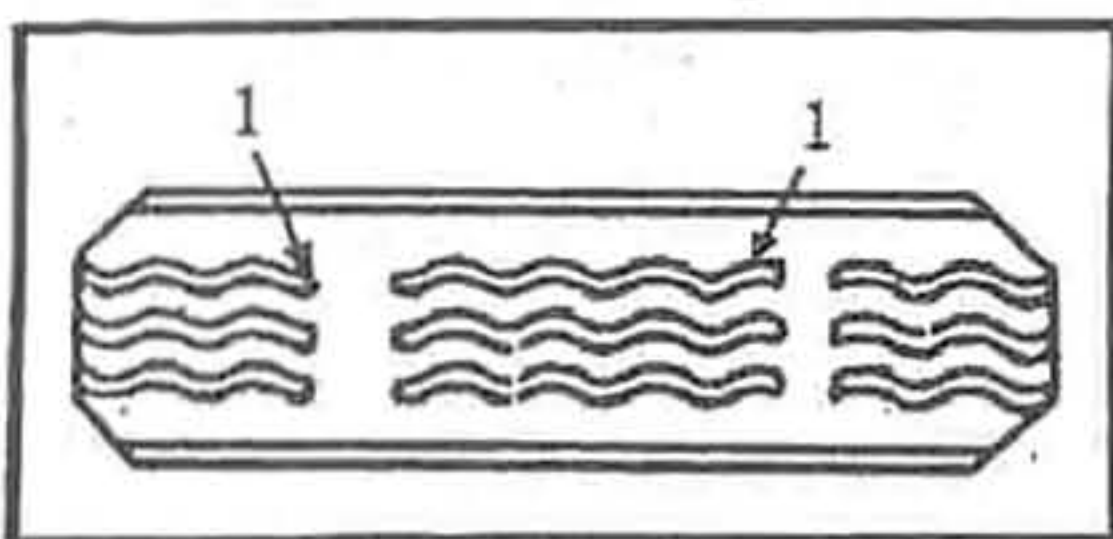

Рис. 604. 1. Индикатор износа.
Шины снабжены индикатором износа протектора (1), располагаемым в шести местах по окружности шин (рис. 604). В указанных местах глубина протектора составляет 1/6 мм.